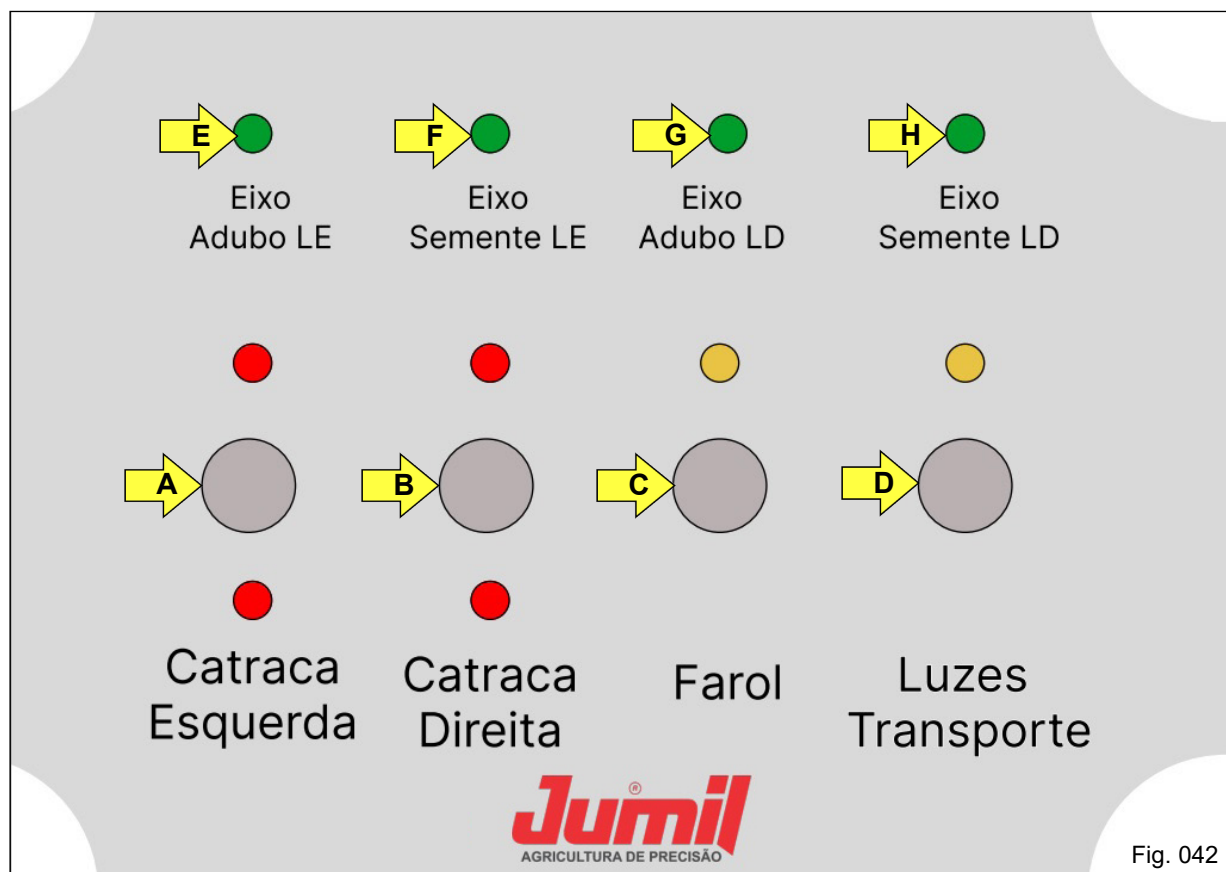

Fig. 042
Em caso de arremates na semeadura, onde haja a necessidade de acionar somente um dos lados do sistema distribuidor de adubo e sementes, deverá ser utilizado o painel de comando (Fig. 042) que fará a ativação e desativação da catraca. Para armar ou desarmar as catracas, utilize as chaves alavancas "A" para catraca esquerda e "B" para catraca direita (Fig. 042), os leds acima e abaixo das respectivas chaves, quando acesos, indicam qual o comando está ativo.
No painel de comando, através de sensores e motores elétricos posicionados nos eixos e catracas de adubo e semente, é possível realizar o arme e desarme das catracas (vide item 4.12), e também realizar o controle da iluminação do farol pela chave alavanca “C” e luzes de transporte pela chave alavanca “D”, através dos Leds acima das respectivas chaves é possível visualizar se estão ligados(acesos) ou desligados(apagados) (Fig. 042).
Os 4 Leds da parte superior do painel (Fig. 042), indicam as rotações dos eixos, sendo: Eixo Adubo Lado Esquerdo “E”, Eixo Semente Lado Esquerdo “F”, Eixo Adubo Lado Direito “G” e Eixo Semente Lado Direito “H” (Fig. 042). Quando os Leds dos eixos estiverem piscando isso significa que eles estão rotacionando.
Verifique sempre se os sensores não possuem nenhuma obstrução ou danificação para que isso não afete os Leds informativos do painel de comando (Fig 042). Em caso de danificação efetue os devidos reparos ou trocas.